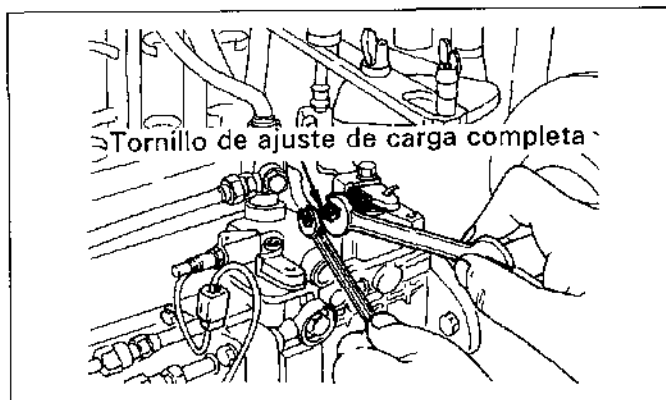
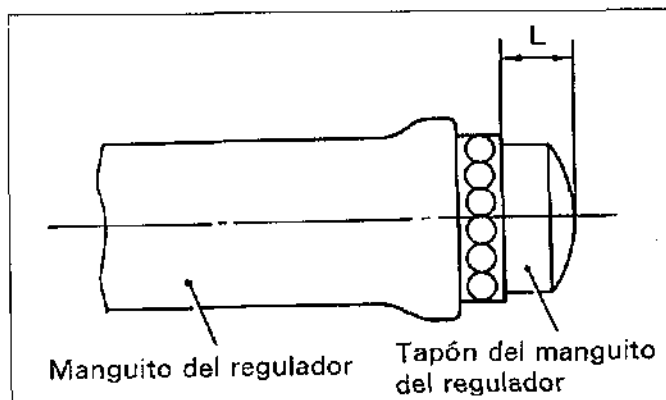

Figura.15-20 Graduación del tornillo de ajuste de la velocidad máxima
Figura.15-21 Tapón del manguito del regulador
(3) Las cantidades de combustible a alta velocidad se ajustan mediante la graduación apropiada del tornillo de ajuste de alta velocidad. Enroscando el tornillo se reduce la cantidad de combustible, mientras que aflojándolo se aumenta el suministro de combustible a alta velocidad. (Vea la figura.15-20 y el ejemplo siguiente)
(4) Ponga en marcha la bomba a varias velocidades, según se lista en las especificaciones de prueba, y compruebe el suministro de combustible de la bomba, en comparación con las especificaciones de prueba.
(5) Si la cantidad de combustible de inicio está fuera del límite especificado, podrá ajustarse para conseguir el valor especificado cambiando el tapón del manguito del regulador. Un incremento de la longitud del tapón de 0,2mm reducirá la cantidad inicial en aproximadamente 1,6 cc/200 carreras. La longitud del tapón (Vea la figura.15-21) está disponible en ocho longitudes distintas según se indica en la tabla siguiente.